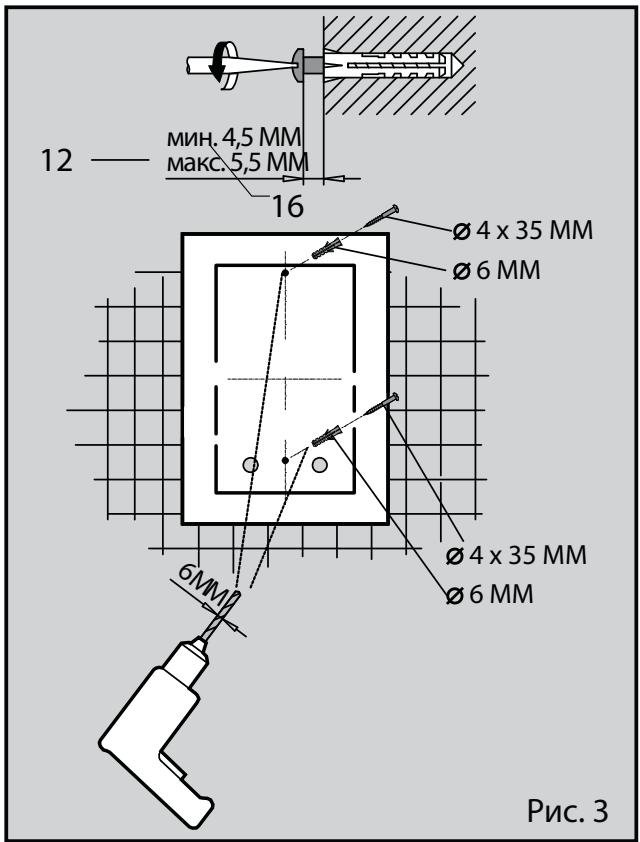

Рис. 3
- 12 Глубина отверстия под крепежный винт (рис. 3)
3. Наметить и просверлить отверстия. Вставить дюбели и ввернуть шурупы на требуемую глубину (см. рис. 3, поз. 12).